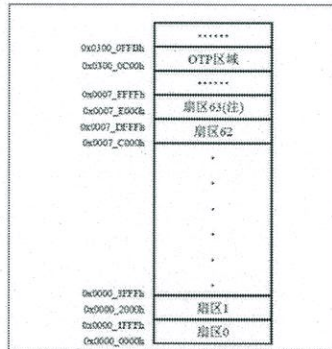

图 7-1 FLASH 地址结构 (512KB 产品)
7.3 FLASH map (图 7-1、图 7-2) 中增加数据安全保护地址及相关描述。